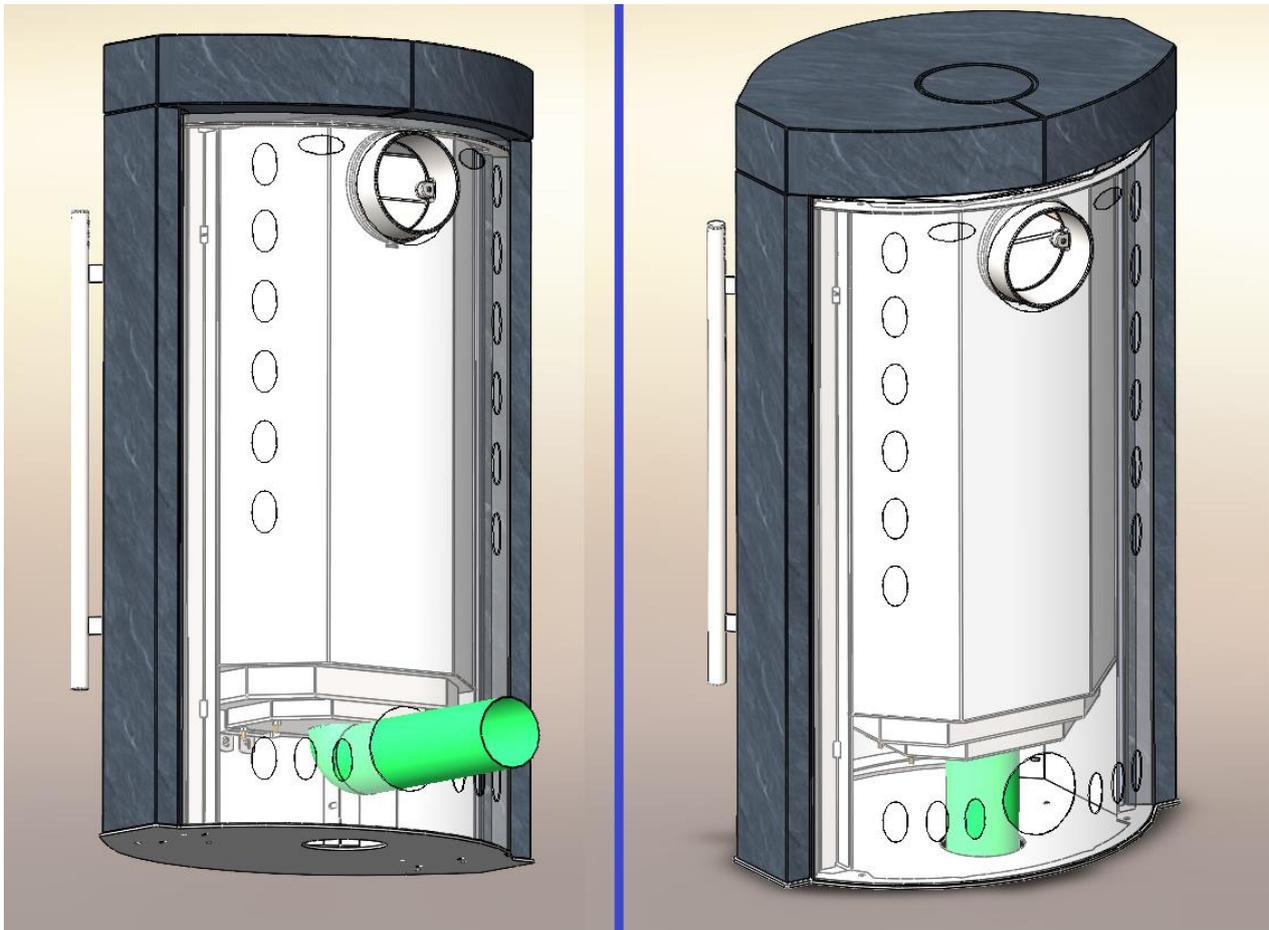

Abbildung 4 Anschluss für Außenluft an der Rückseite / am Boden
5. Abbildung 4 Anschluss für die Außenluftzufuhr an der Rückseite / am Boden	Seite 5